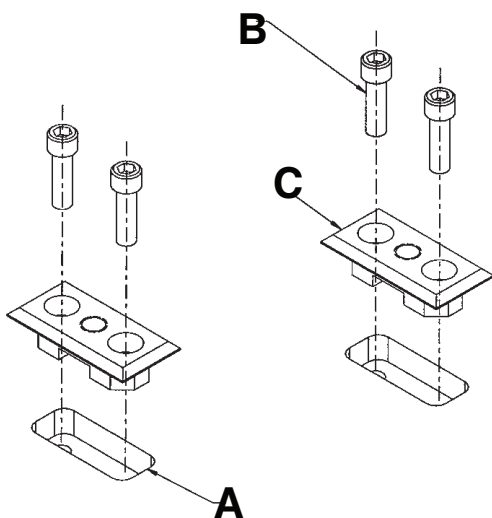

Figure 16 – Découper les ouvertures encastrées par-dessus les trous de repère
- Découper deux ouvertures encastrées de 1 po x 2 1/2 po x 9/16 po (2,5 cm x 6,5 cm x 1,4 cm) (A) dans le plancher en les centrant sur les trous de repère (Figure 16).